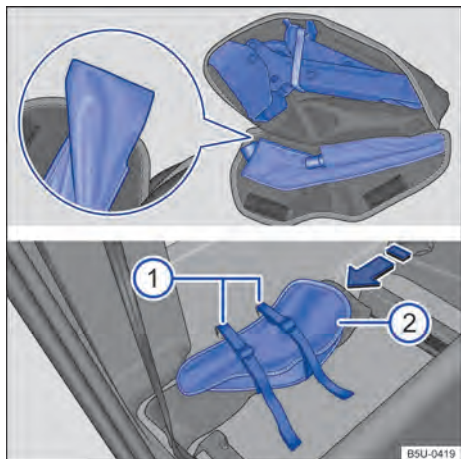

Fig. 161 Atrás do encosto do banco do passageiro: ① cintas de fixação da bolsa das ferramentas de bordo e ② bolsa das ferramentas de bordo.
- Acomodar o macaco na bolsa fechado totalmente → Fig. 161, com a base do macaco na parte maior da bolsa.
- Acomodar a chave de roda no seu devido alojamento e atentar para que a lingueta → Fig. 161 (lupa) seja colocada por baixo da chave de roda, para evitar ruídos durante a condução.
- Posicionar a bolsa das ferramentas de bordo atrás do banco do passageiro, sobre o triângulo de segurança e através das duas cintas de fixação, conforme → Fig. 161 no sentido da seta.
- Para que a bolsa fique corretamente fixada, colocar a bolsa de ferramentas de bordo com os velcros da bolsa voltados para frente → Fig. 161 ②.